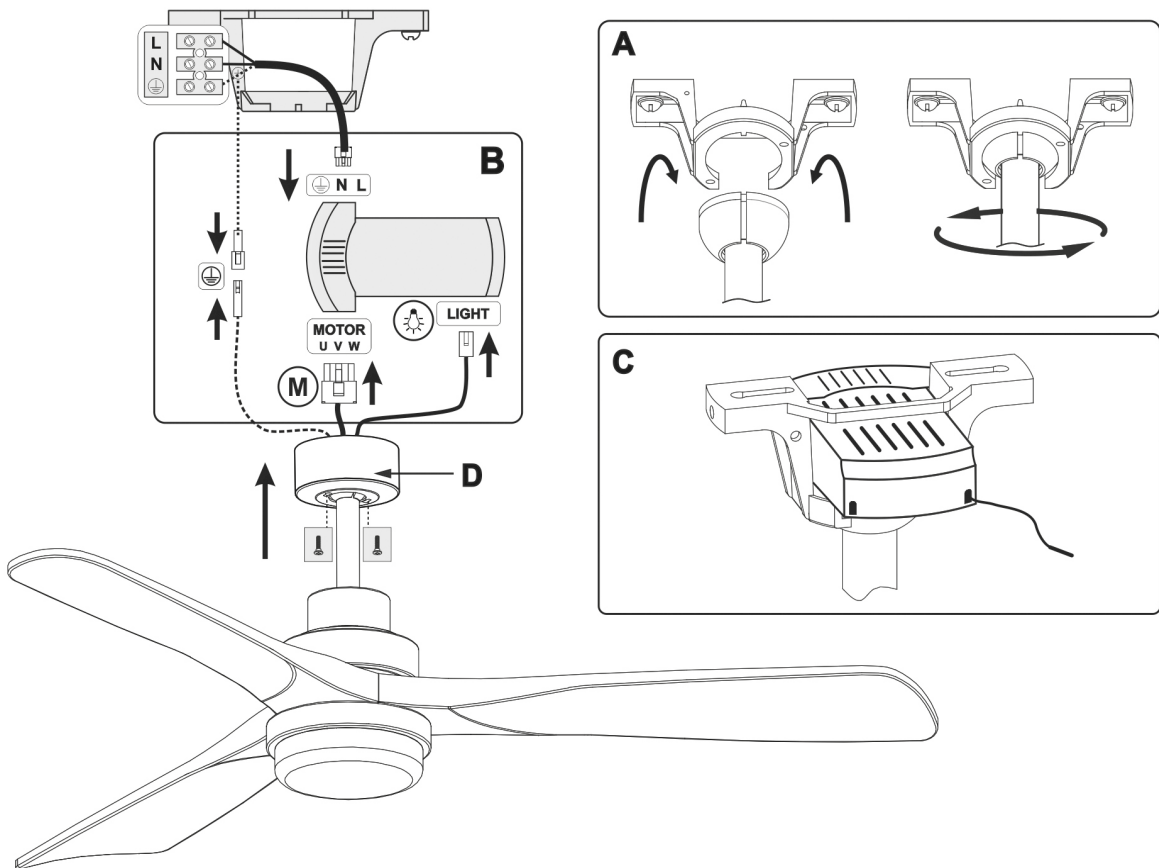

Fig. 5
8. Lorsque l'ensemble du ventilateur de plafond est assemblé, le positionner sur le support (**Fig.5-A**) et le faire pivoter de 180° de manière à ce que la languette d'ancrage soit insérée dans la fente anti-rotation (**Fig.5-A**).
## 6. CONNEXION ÉLECTRIQUE (FIGURE 5)
1. Raccordez les connecteurs rapides des câbles provenant du moteur à la commande du régulateur. Reliez également le câble de terre (**Fig.5-B**).
2. Placez le régulateur à l'intérieur du support crochet (**Fig.5-C**).
3. Recouvrez l'ensemble à l'aide du cache de décoration supérieur (**Fig.5-D**) et fixez-le au support crochet à l'aide de deux vis.